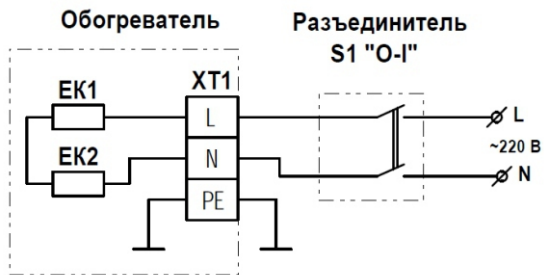

Рис. 3 Схема подключения обогревателя IRC-20
- подсоединить провода к клеммной колодке обогревателя согласно рис. 2 или рис. 3